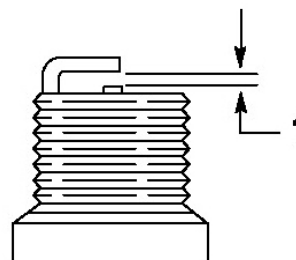

Рисунок 45.
6. Установите расстояние между электродом и новой свечой 0,76 мм (Рис. 45).